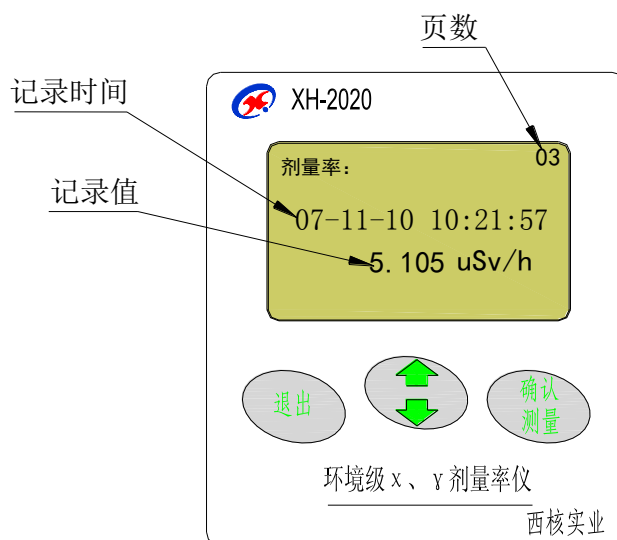

图 5
①、 剂量率查询: 仪器进入“记录查询”主菜单后用“上/下调节”键将光标调到“剂量率记录”位置, 按下“确认/测量”键仪器将进入剂量率记录信息界面。(如图 5 所示) 此时可按“上/下调节”键来翻页。